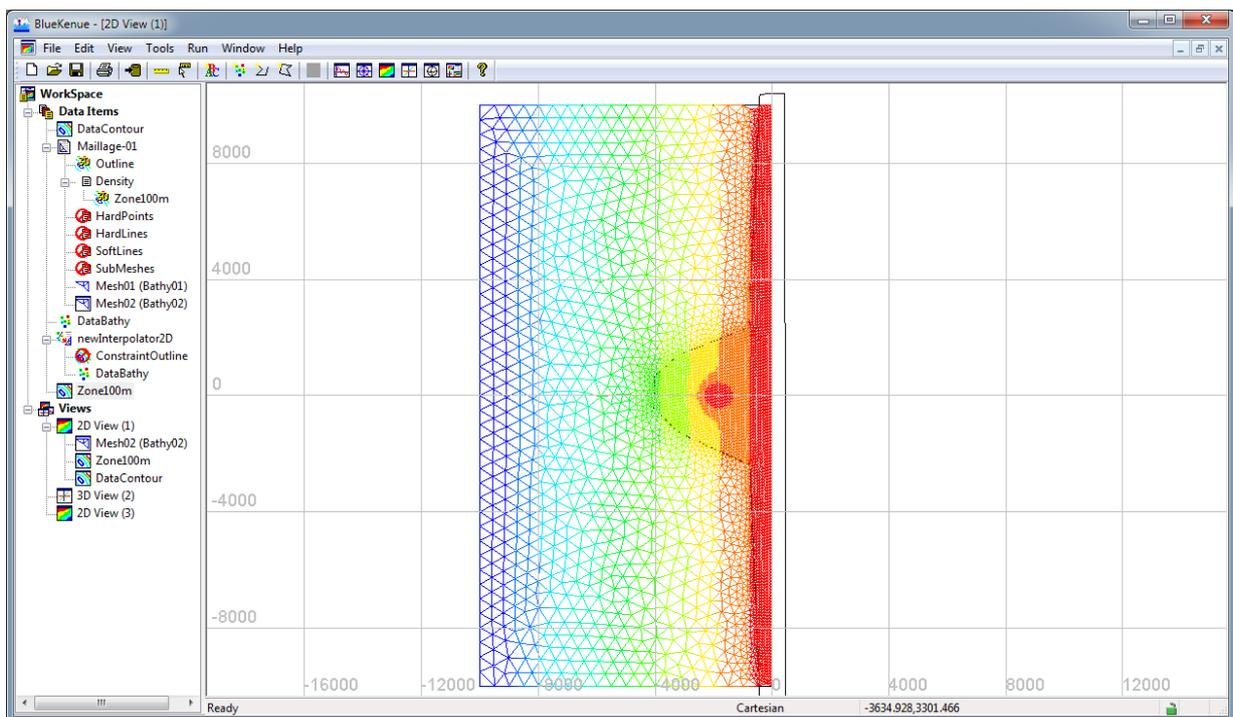

FIGURE 1.11 – Allure du maillage final
- Répétez la manipulation vue précédemment afin d'interpoler ce nouveau maillage sur la bathymétrie et visualisez le résultat (Fig.1.11). Ceci crée un nouvel attribut que vous appellerez *Bathy02* pour le dernier maillage choisi : *Mesh02 (Bathy02)*
Nous considérerons que ce maillage est satisfaisant et le garderons pour créer les fichiers nécessaires au fonctionnement de TOMAWAC (Fig.1.11).